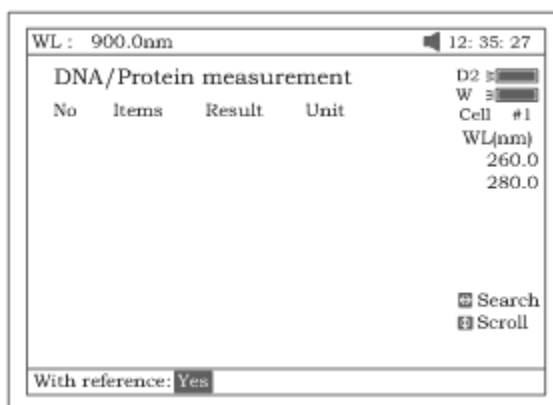

Рисунок 63
2. Выбор режима осуществляется нажатием клавиши **[F2]**. «Разность оптической плотности 1» (Absorbance difference 1) предназначена для анализа при значениях оптической плотности 260нм, 280нм и 320нм (необязательное), а «Разность оптической плотности 2» (Absorbance difference 2) — предназначена для анализа при значениях оптической плотности 260нм, 280нм и 320нм (необязательное). Затем следует выбрать режим анализа с использованием холостого раствора или без него. Если выбрать режим с холостым раствором (yes), значение A холостого раствора должно составлять «0» (рис.63).